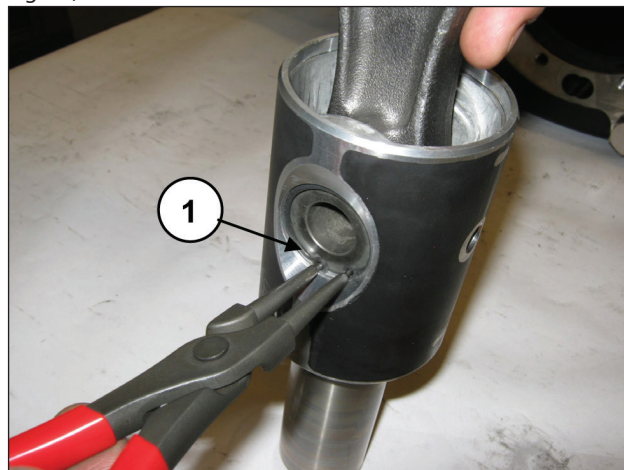

Fig. 39
Rimuovere i due anelli seeger di bloccaggio spinotto (pos. ①, Fig. 39).
Inserire la biella nel guida pistone (pos. ①, Fig. 41) e successivamente inserire lo spinotto (pos. ①, Fig. 40). Applicare i due seeger di spallamento (pos. ①, Fig. 39).